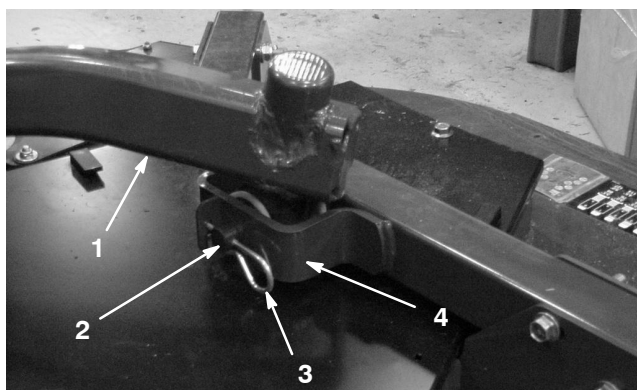

Bild 25
4. Nehmen Sie die Splints und Lastösenbolzen ab, mit denen die Hubarme an den Halterungen der Laufradarme befestigt sind (Bild 25).